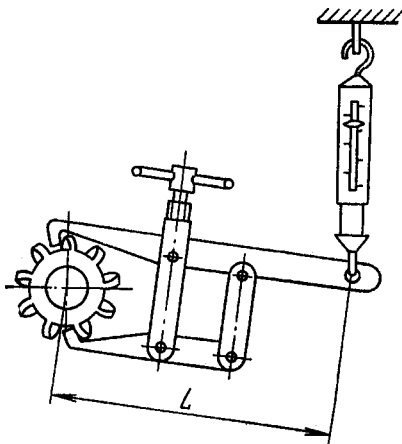

Рис. 346. Динамометрическое приспособление: L - длина плеча, м
**Испытания стартера в нагруженном режиме** производите по схеме, аналогичной схеме проверки в режиме холостого хода, но необходимо учесть, что величина потребляемого тока в этом случае значительно больше (около 1000 А) и необходима замена шунта. Для затормаживания вала якоря нагрузите его с помощью динамометрического приспособления (рис. 346).